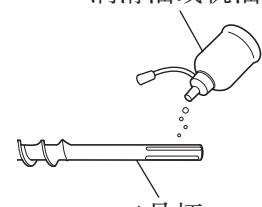

图 1
(1) 先将工具柄擦净，然后将润滑油或机油涂抹于工具柄上。(图 1)